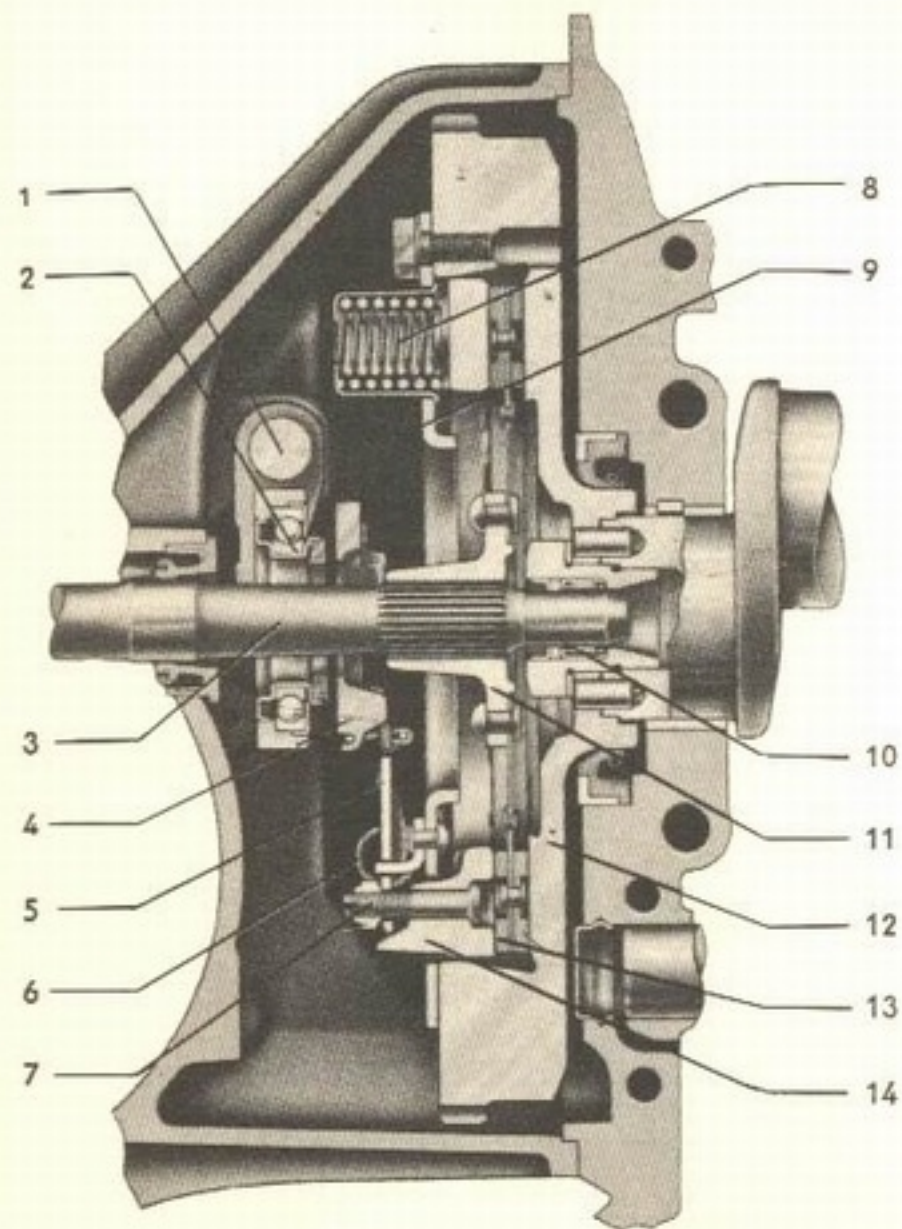

Fig. 1-I — Corte da embreagem
As principais partes da embreagem são as seguintes (referências a fig. 1-I): **disco de fricção ou disco de embreagem** (11), provido de um cubo no qual se aloja a árvore primária da caixa de mudanças por engate de estrias; **platô ou placa de pressão** (14), provida de fortes **molas de pressão** (8), que o comprimem contra o volante do motor (12), ficando o disco da embreagem entre essas duas peças; o **suporte do platô ou tampa** (9), no qual se alojam os **apoios ou capas das molas de pressão** e que fixa o conjunto da embreagem no volante do motor; **três alavancas de debreagem ou "gafanhotos"** (6), as quais, apoiadas no suporte do platô, controlam o deslocamento do platô para frente ou para trás; **espelho do platô ou "deslizador"**, (4), que reúne as três extremidades livres dos dos gafanhotos; o **colar de carvão ou de rolamento** (2), cuja função é forçar o espelho do platô a frente e assim fazer os gafanhotos girarem em seus eixos, para que forcem o platô a se afastar do volante do motor; o **garfo** (1), que atua sobre o colar, comandado pelo pedal da embreagem. As figuras 2-I e 3-I mostram essas peças destacadas.